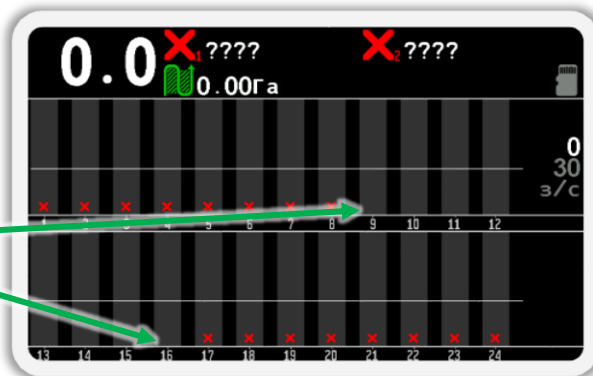

Рисунок 70
- Убедитесь, что настройки концентратора изменились на требуемые. Для этого физически отключите и подключите концентратор к жгуту связи. После этого вернитесь на главный экран (см. Рисунок 70). Для этого сначала выйдите из меню «Сервис», а затем закройте меню главного экрана. (используйте кнопку  «Назад»).